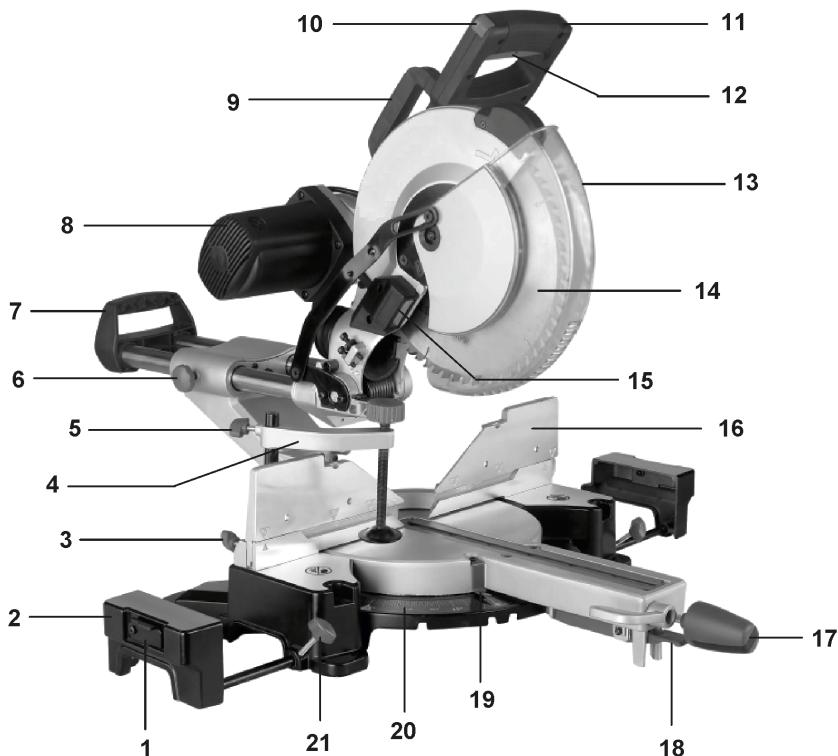
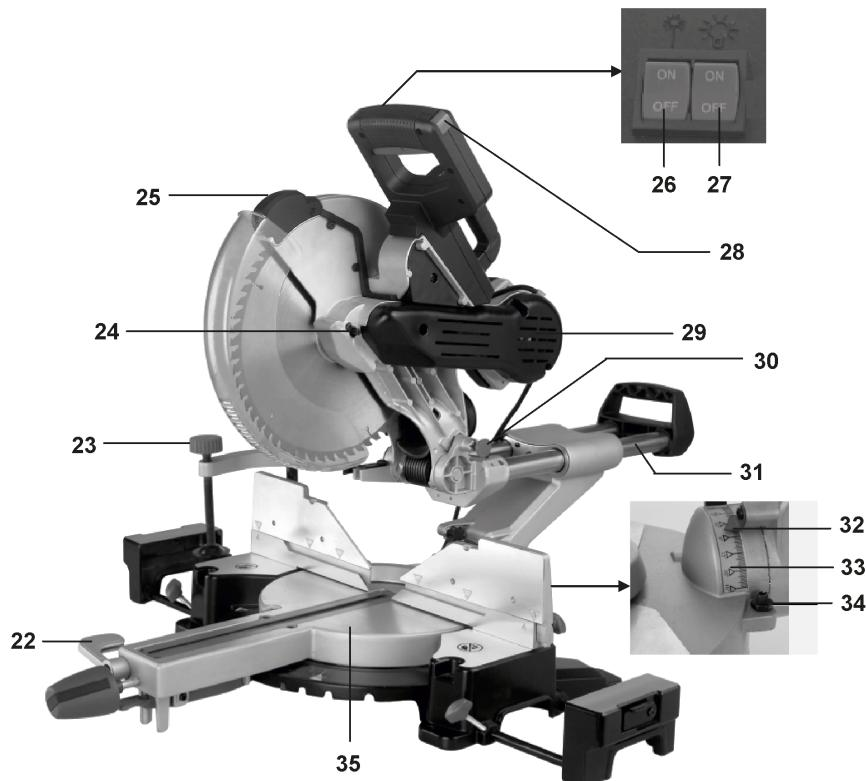

Рис. 1
Рис. 2
### 6.1. Сборка (Рис. 1)
### 6.2. Приведение пилы в верхнее положение (Рис. 1, 2)
### 6.3. Транспортировка (Рис. 1, 2)
### 6.5. Установка поворотного стола в положение 0° (Рис.1, 2)
Пила оснащена пильным диском (4) (305x2,8x30мм) (Рис. 1).
Нажмите и удерживайте кнопку блокировки шпинделя (24) (Рис. 2), проворачивая пильный диск (14) зафиксируйте его.
Лазер (25) (Рис. 2) легко включать и выключать: для этого нажимайте на выключатель (26) (Рис. 2), расположенный на рукоятке пилы. Перед первым
Подсветку рабочей зоны (15) (Рис. 1) легко включать и выключать: для этого нажмите на выключатель (27) (Рис. 2), расположенный на рукоятке пилы.
Ослабьте винт фиксации (6) (Рис. 1) и переведите пилу в заднее положение. Рычагом (22) разблокируйте поворот диска. Для регулировки положения 90° установите упор (45) в вертикальное положение. Вращением болта (44) установите пильный диск 14 (Рис. 1) по угольнику (43) (не комплектуется) относительно поворотного стола (35).
Рычагом (22) разблокируйте поворот диска. Для регулировки положения 45° установите пильный диск 14 (Рис. 1) по угольнику (не комплектуется) относительно стола на угол 45°. Вращая винт (46) отрегулируйте положение 45°.